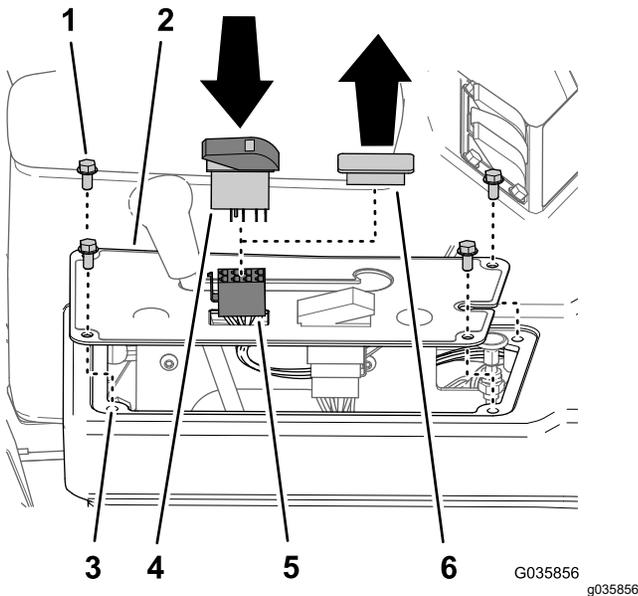

Figure 33
1. S'ils sont présents, retirez les 4 boulons à embase ($\frac{1}{4}$ " x $\frac{1}{2}$ "") qui fixent le panneau de protection au sommet de la console, comme montré à la Figure 33.
2. Retirez le cache à l'emplacement de l'interrupteur dans le panneau de protection de la console (Figure 33).
par l'ouverture dans le panneau de protection (Figure 33).
4. Branchez le connecteur à 8 douilles du faisceau du kit de finition pour rampes soniques étiqueté SONIC MODE MANUAL VS. AUTO sur l'interrupteur à bascule (Figure 33).
5. Insérez l'interrupteur à bascule dans l'ouverture de la planche de bord jusqu'à ce qu'il s'enclenche solidement en place (Figure 33).
6. Alignez les trous dans le panneau de protection et les trous au sommet de la console (Figure 33).
7. Fixez le panneau à la console à l'aide des boulons (Figure 33) que vous avez retirés à l'opération 1.